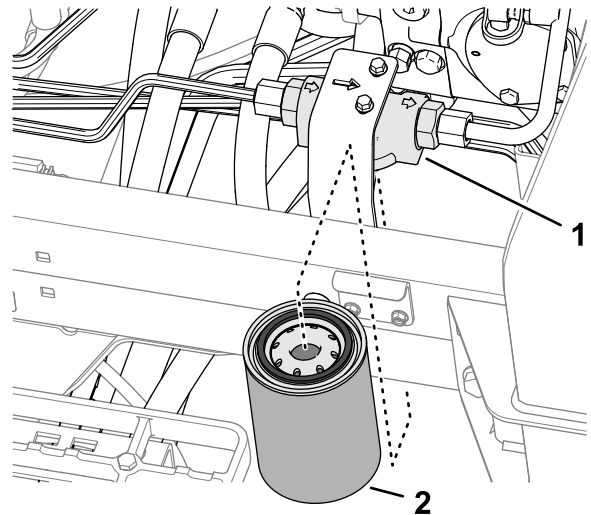

Figura 103
3. En el lado izquierdo de la máquina, coloque un recipiente de vaciado debajo del filtro hidráulico (Figura 103).